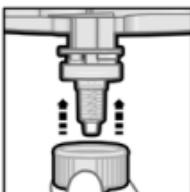
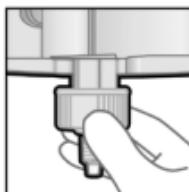

Fig. 3
Fig. 4.1
5. Kur bishti i përzjerjes të jetë në pozicionin e duhur (Fig. 3), shtyjeni unazën e fiksimit Dynamix mbi bishtin e përzjerjes derisa të ndalojë dhe rrotullojeni në drejtim të akrepave të orës (rrotullim 1/4) derisa të kyçet në një vend. (Fig. 4.1, 4.2 dhe 5)